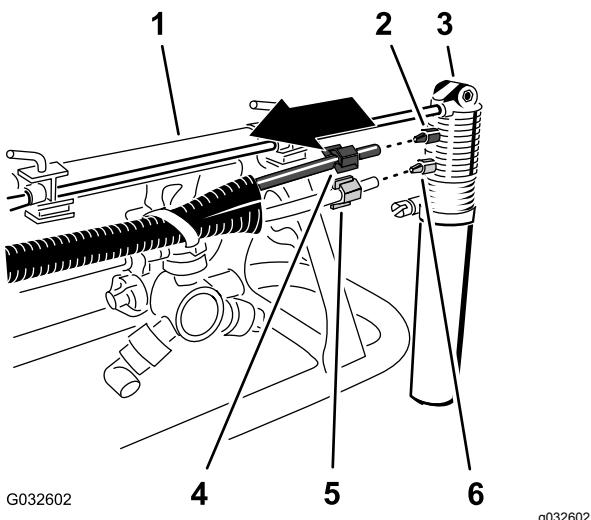

Figura 19
- Nell'ugello del tracciafile schiumogeno, allentate il dado di compressione che fissa il tubo blu (acqua) al raccordo di compressione blu dell'ugello del tracciafile schiumogeno (Figura 19).
3. Allentate il dado di compressione che fissa il tubo trasparente (aria) al raccordo di compressione bianco dell'ugello del tracciafile schiumogeno (Figura 19).
5. Rimuovete i dadi di compressione alle estremità dei tubi (Figura 19).